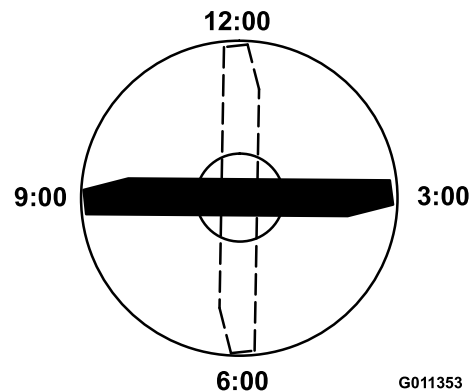

Bild 99
4. Positionieren Sie die Schnittkante der markierten Messerseite in die 12-Uhr-Stellung (geradeaus in Mährichtung) (Bild 99) und messen die Höhe vom Tisch bis zur Schnittkante.
5. Drehen Sie die markierte Seite des Messers auf die 3- und die 9-Uhr-Stellung (Bild 99) und messen die Höhe.